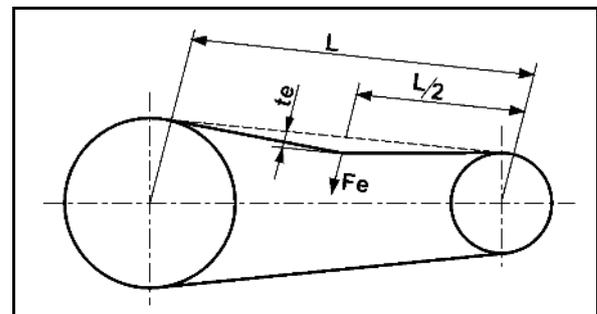

Fig. 191
1. Kontrollieren, ob der Ölstand an der Markierung (Fig. 191/1) bei nicht laufender und waagrecht stehender Pumpe sichtbar ist
2. Den Deckel (Fig. 191/2) abnehmen und Öl nachfüllen, wenn der Ölstand an der Markierung (Fig. 191/1) nicht sichtbar ist.
2. Deckel (Fig. 191/2) abnehmen.
5. Antriebswelle wechselweise nach rechts und links drehen und neues Öl langsam auffüllen. Die korrekte Ölmenge ist eingefüllt, wenn das Öl an der Markierung (Fig. 191/1) sichtbar ist.